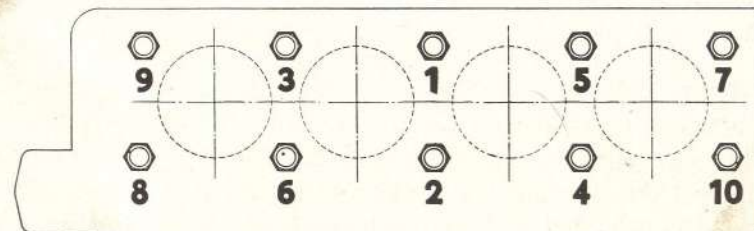

Fig. 86. - Ordre de serrage des écrous de fixation de la culasse.
- Les écrous de fixation de la culasse doivent être serrés progressivement et à trois reprises, en partant de ceux du centre et suivant l'ordre indiqué fig. 86 dans le but d'assurer une tenue parfaite et d'éviter de possibles déformations aux plans de portée. Le blocage définitif des écrous doit être effectué au moyen de la clef dynamométrique et avec un couple de serrage de 30 m-kg.